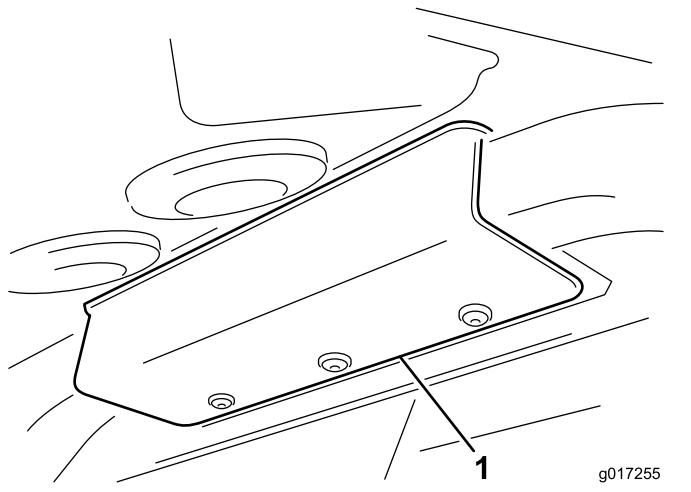

図 13
10. ROPSバーの上部位置に後上マウントを取り付ける後上マウントについている3枚のタブを、エンクロージャについているスロットに差しこみ、マウントをひねると取り付けることができる。ボタンヘッドボルト5/16"-183本とスチールワッシャ5/16"3枚で固定する。ボルトの取り付け時に、溶接されているナットをナメてしまわないように注意すること図13。